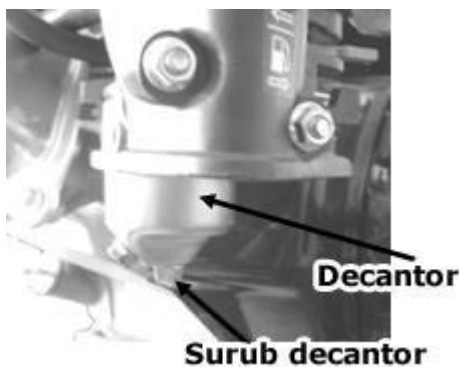

Figura 43
- 1) Opriți robinetul de combustibil, și puneți un recipient adecvat pentru golirea benzinei ce se afla în decantor. Desurubați surubul de decantare, lasați să curgă benzina murdară. (Consultați Figura 43)
- 2) Curățați decantorul carburatorului și inelul de etanșare cu apă caldă care conține detergent și apoi uscați-le complet. (Consultați Figura 43)